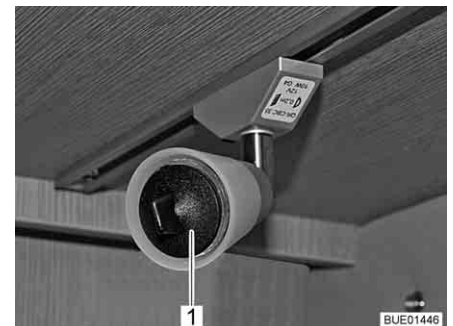

Fig. 241 Ventosa per la sostituzione delle lampade
- ▷ È fornita in dotazione una ventosa (Fig. 241,1) come ausilio per la sostituzione delle lampade.